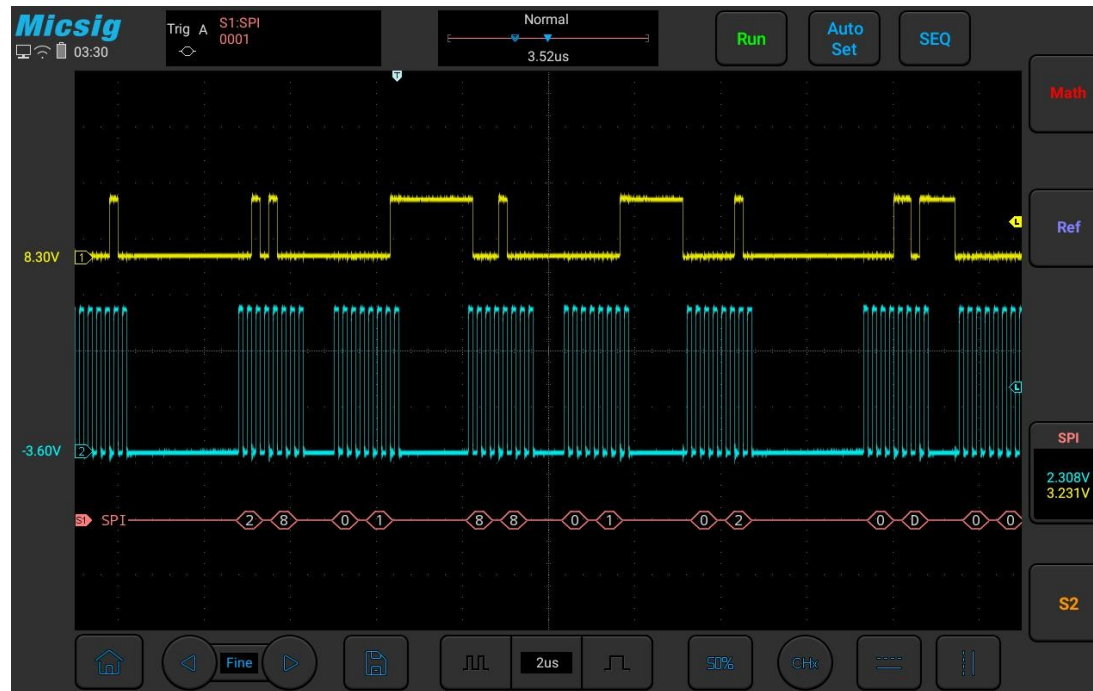

Abbildung 11-20 Grafische Benutzeroberfläche für SPI
- (1) Tippen Sie auf S1, um den Dekodierkanal zu öffnen, und klicken Sie erneut auf S1, um das Buskonfigurationsmenü zu öffnen;
- (2) Wählen Sie als Bus-Typ „SPI“ aus, legen Sie als Takt „Ch1“ (steigende Flanke) fest, als Daten „Ch2“ (High-Pegel) und als Datenwortlänge „4 Bit“;
- (3) Öffnen Sie das Menü für die Triggereinstellungen, tippen Sie auf dem Touchscreen auf „Daten“ und stellen Sie über die virtuelle Tastatur den abzugleichenden Datenwert auf „0001“ ein;
- (4) Passen Sie die Schwellenwerte der beiden Kanäle entsprechend der Signalamplitude an; die grafische Benutzeroberfläche des SPI-Triggers ist in Abbildung 11-20 dargestellt: